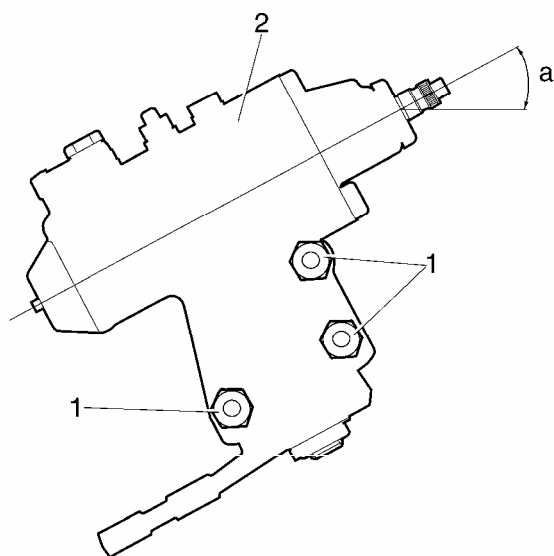

Рис. 5-4. Установка рулевого механизма на автомобиль:
- перед тем, как затянуть гайки болтов 1 (рис. 5-4), специальным устройством ориентируйте рулевой механизм так, чтобы угол $\alpha=28^\circ$;